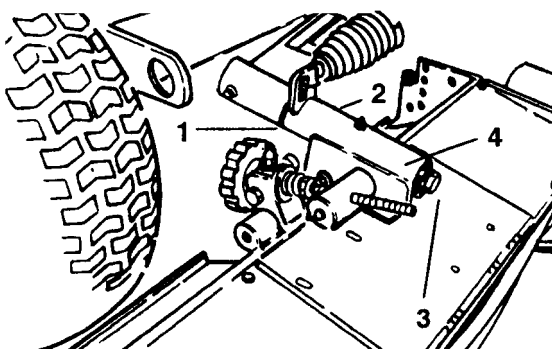

Fig. 45
1. Skub en trykskive på løftearmens drejestang (Fig. 45).